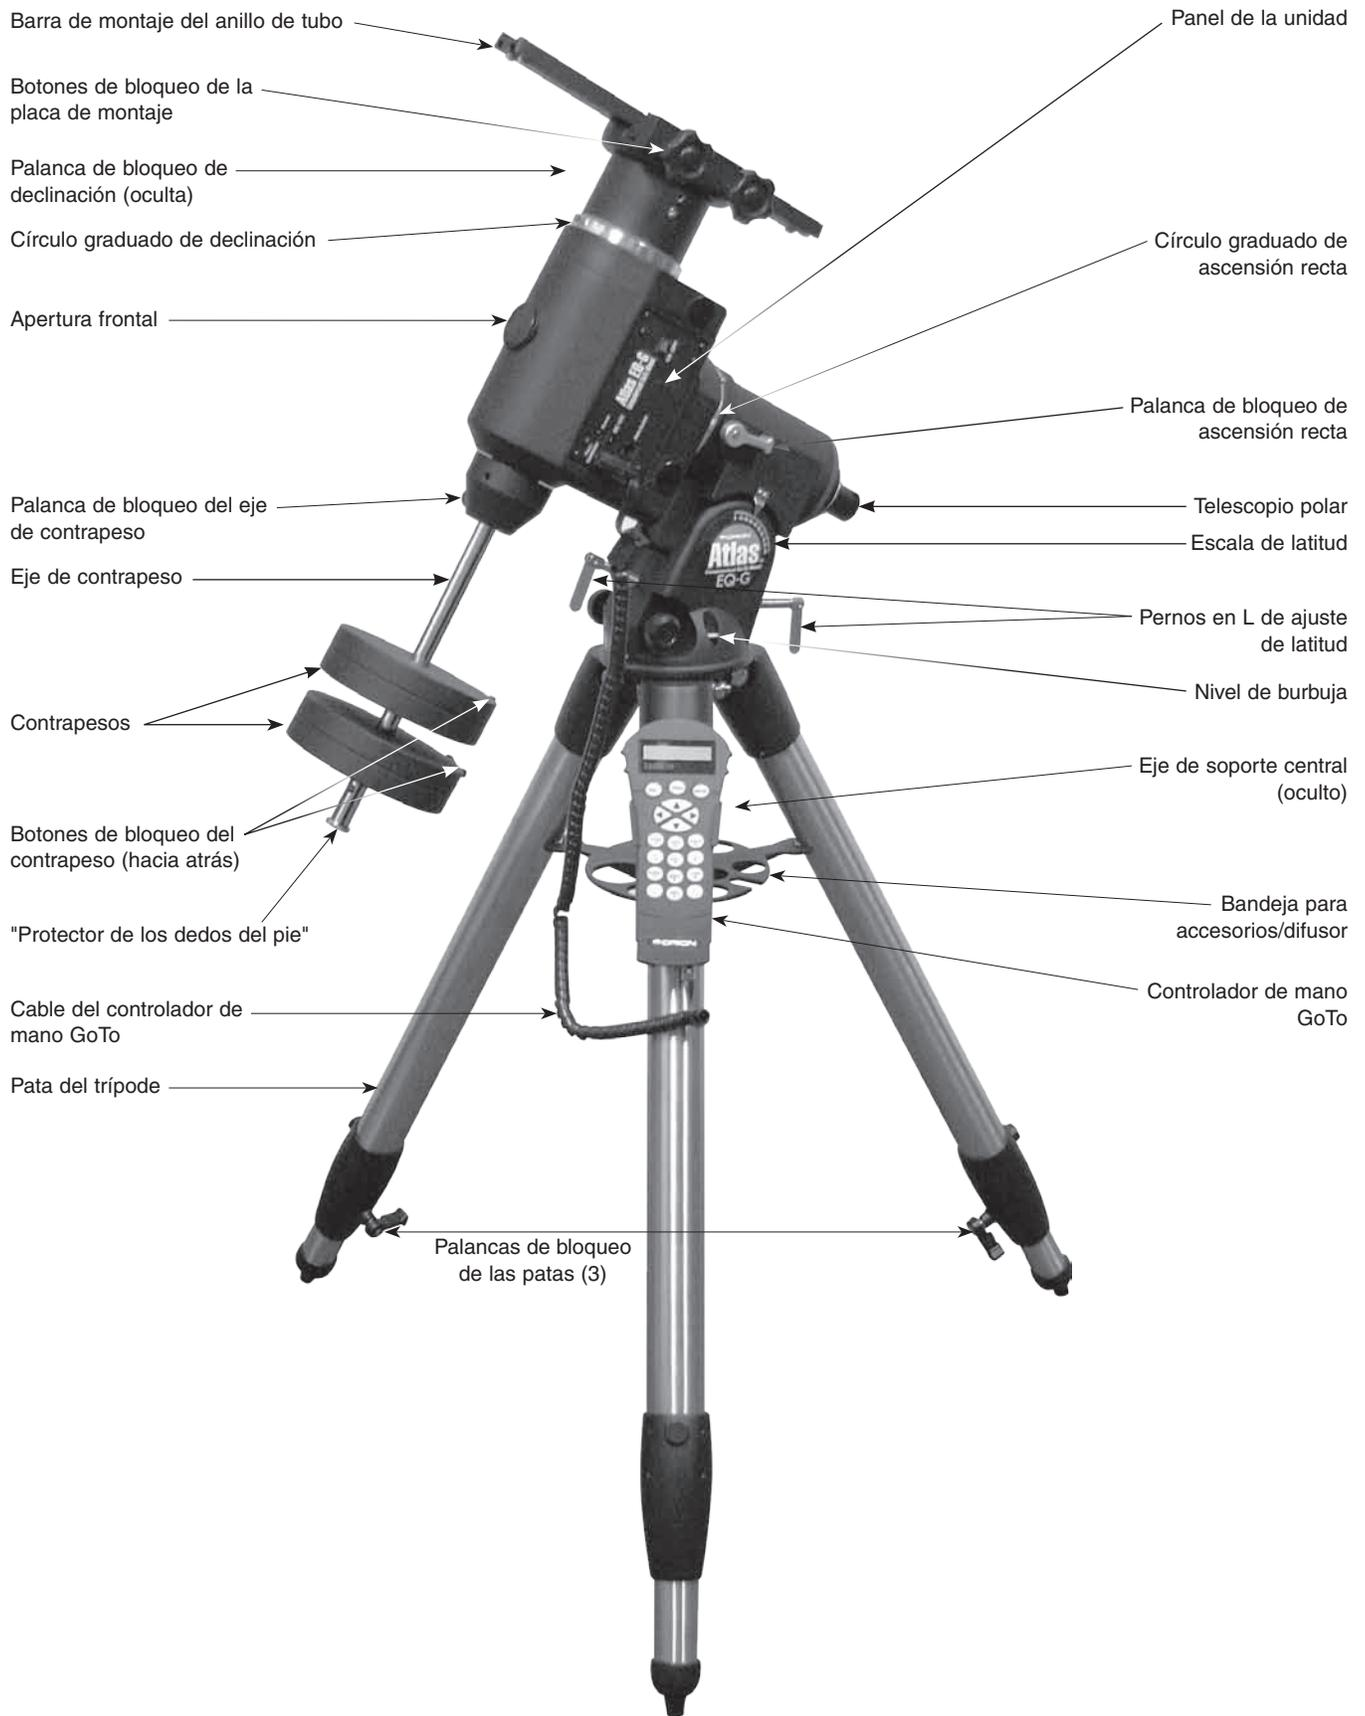

Figura 1. Montura Atlas EQ-G
Consulte la **figura 1** según sea necesario durante el proceso de montaje.
2. Utilizando el nivel de burbuja de la montura (consulte la **figura 1**), nivele la montura ajustando la longitud de las patas del trípode según sea necesario.
1. Afloje la palanca de bloqueo del eje de contrapeso (consulte la **figura 1**) y extienda el completamente el eje. A continuación, vuelva a apretar la palanca de bloqueo.
2. Afloje la palanca de bloqueo de ascensión recta (A. R.) y gire el eje de A. R. hasta que el eje de contrapeso apunte hacia el suelo, como se ve en la **figura 1**.